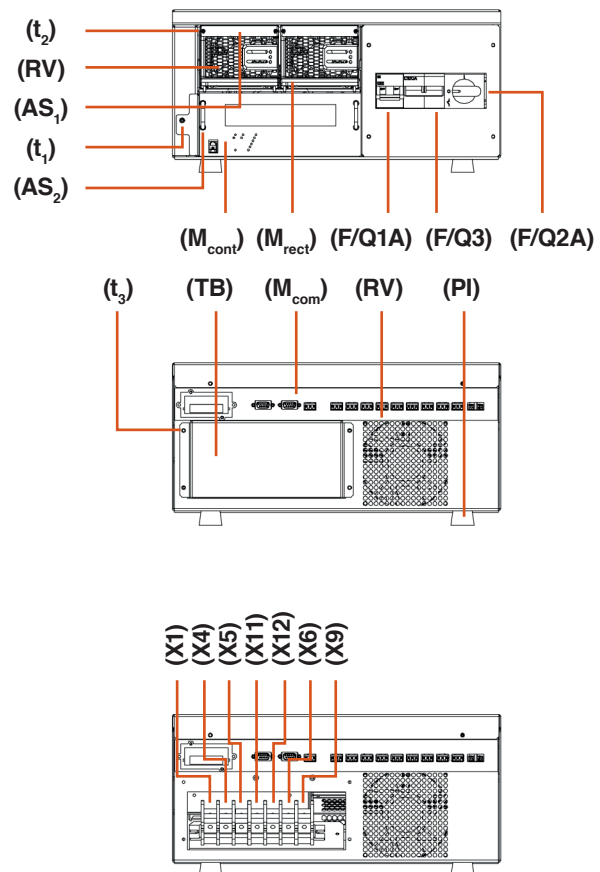

Fig. 3. Vista caja sobremesa.
- Sistema en caja para sobremesa, incorpora elementos separadores en su base -pies- (Ver Fig. 3).